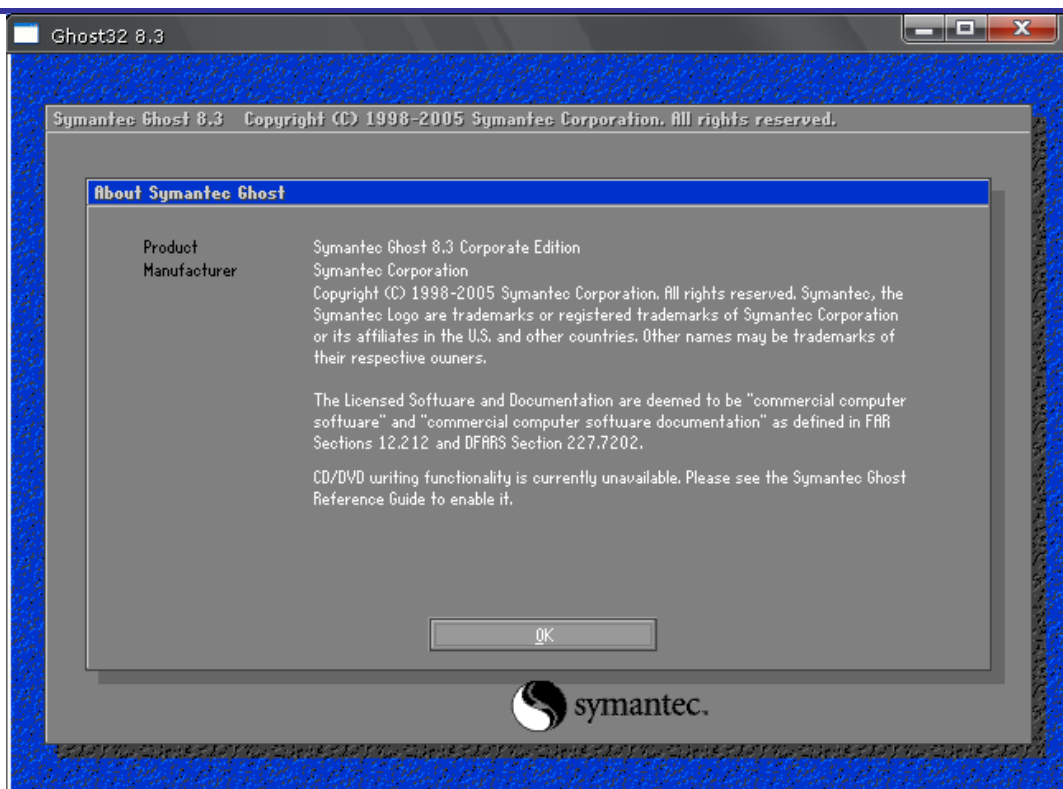

图 7-2 运行 Ghost 界面
- (1) 插入 U 盘, 运行自行下载的软件 Ghost32.exe, 出现如图 7-2 所示界面。